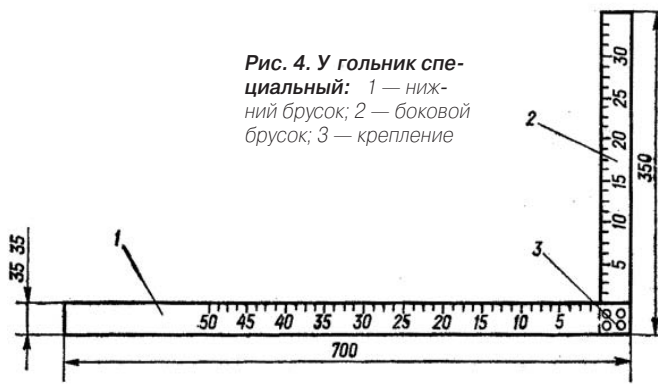

Рис. 4. Угольник специальный: 1 — нижний брусок; 2 — боковой брусок; 3 — крепление
**Угольник специальный** (рис. 4) используют для установки относительно положения предплужников и корпусов плуга. Он состоит из двух деревянных брусков сечением  $35 \times 35$  мм, длиной 700 и 350 мм, скрепленных между собой под углом  $90^\circ$  (рис. 4). На бруски с внутренней стороны угольника нанесены деления через 1 см или закреплены мерные линейки длиной 500 и 250 мм.